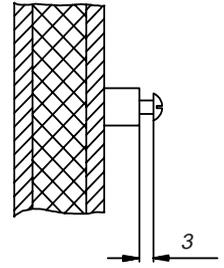

Fig. 3.2
**Remarque:** Si la cabine du sauna ne possède pas de tubes vides, les câbles du sauna doivent être posés à l'extérieur sur la cabine, de préférence dans une rainure des planches profilées. C'est pourquoi l'appareil de commande doit être monté avec un léger écartement afin que les câbles puissent être guidés jusqu'à l'appareil de commande. Les trois petits tubes d'écartement fournis sont destinés à cette fin et permettent, comme montré dans la fig. 3.2, de tenir à distance l'élément inférieur.